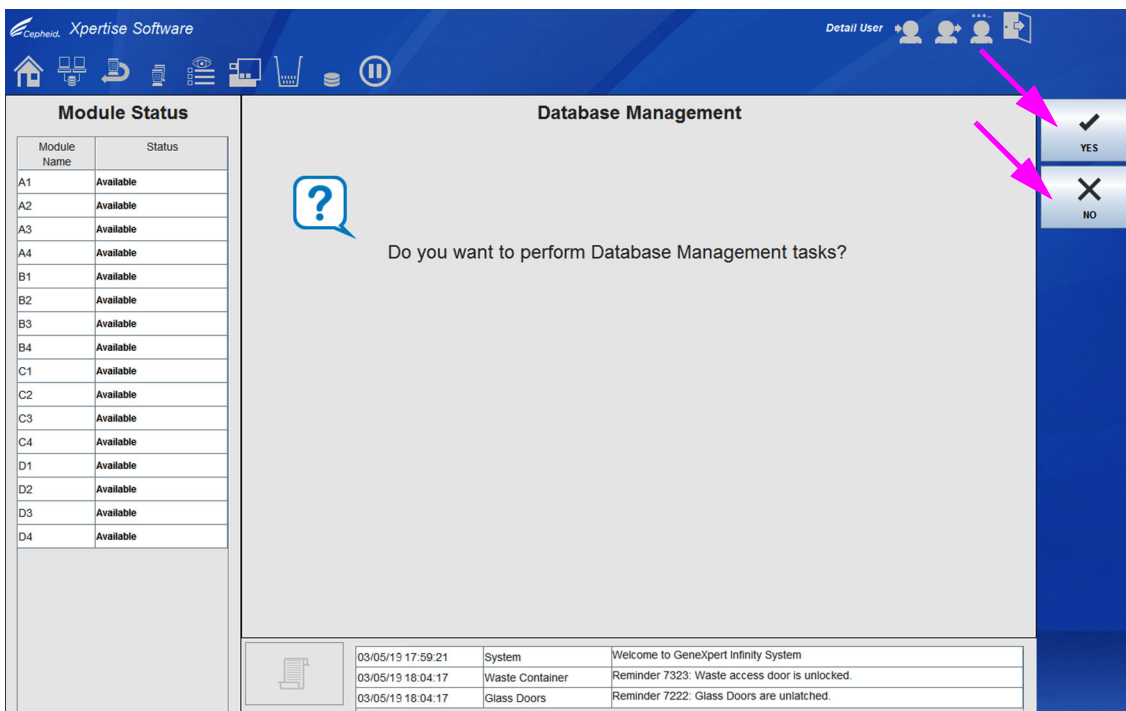

图 5-22. 数据库管理 (Database Management) 工作区
1. 如果没有勾选系统配置常规 (System Configuration General) 工作区中的**数据库管理提醒 (Database Management Reminders)** 框（请参见图 2-25），将不显示数据库管理 (Database Management) 工作区（请参见图 5-22）且不需要执行关于数据库的任何操作。将退出 Xpertise 软件，然后显示 Windows 桌面。
2. 如果勾选了系统配置常规 (System Configuration General) 工作区中的**数据库管理提醒 (Database Management Reminders)**（请参见图 2-25），将显示数据库管理 (Database Management) 工作区（请参见图 5-22）并询问您是否想执行数据库管理任务。
- A. 如果您在数据库管理 (Database Management) 工作区中选择**否 (NO)**（请参见图 5-22），将退出 Xpertise 软件，然后显示 Windows 桌面。
- B. 如果在数据库管理 (Database Management) 工作区中选择了**是 (YES)**（请参见图 5-22），将要求您选择要执行的任务（请参见图 5-23）。